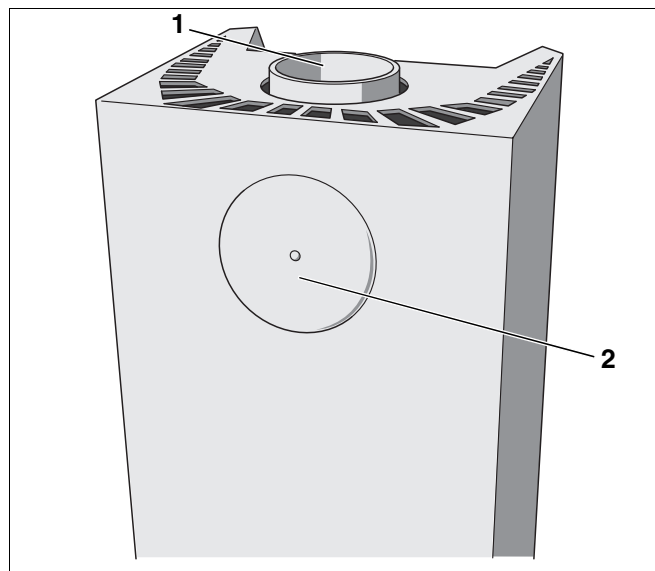

Abb. 16 Kaminofen – Auslieferungszustand
- Abgasanschluss Oberseite, über die obere Abgasöffnung nach oben (Abb. 16, **Pos. 1**),
- Abgasanschluss Rückseite, über die rückseitige Abgasöffnung nach hinten (Abb. 16, **Pos. 2**).